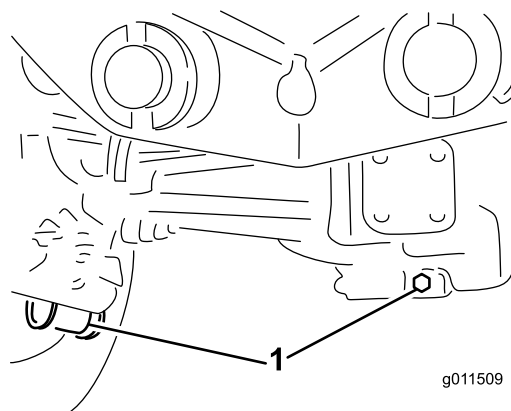

Bild 65
2. Reinigen Sie den Bereich um die drei Ablassschrauben, d. h. jeweils eine an beiden Enden und eine in der Mitte (**Bild 65**).